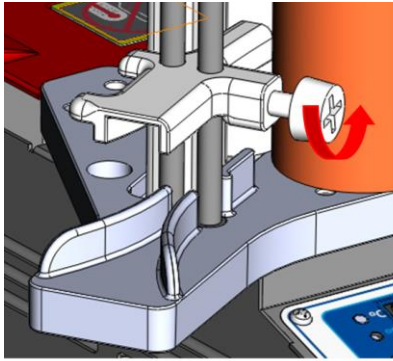

Fig4
- Suelte el tornillo (Fig4) y coloque una pieza de prueba del borde.